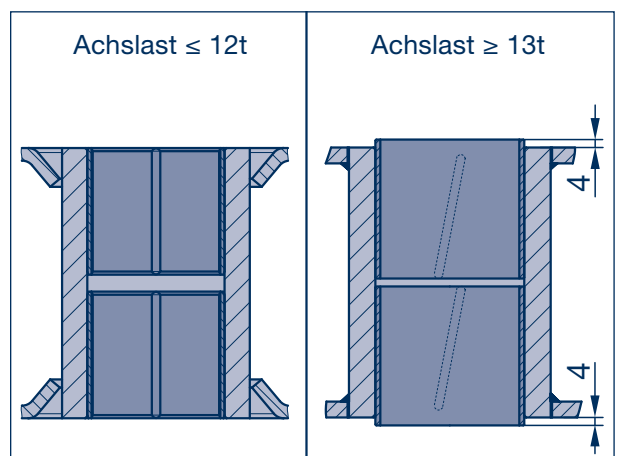

Bild 9
[11] Neue Bronzebuchse (1340) ansetzen und mit Druckstück an jeder Seite außen bündig eindrücken (siehe auch Bild 9).
**Buchsen (1340) innen nicht gegeneinander drücken! Zwischen den beiden Buchsen muss eine Lücke zur Fettverteilung bleiben (siehe Bild 9). Nach dem Eindrücken muss auf beiden Seiten ein Überstand von 4 mm vorhanden sein.**